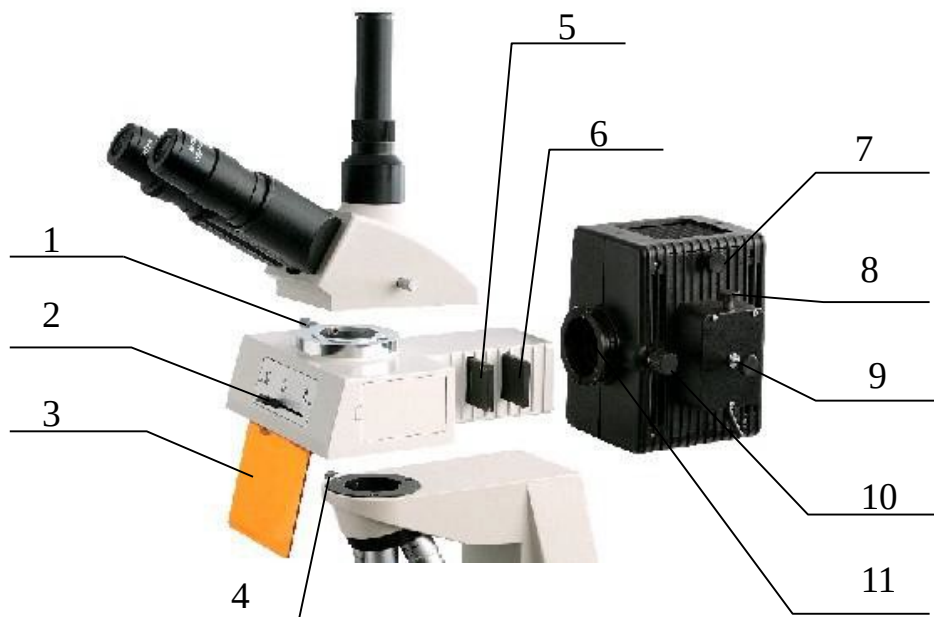

Fig.2
(1) Retire el microscopio con ambas manos sosteniéndolo por la base. Retire la caja y la espuma del embalaje y colóquelo con cuidado sobre una mesa de trabajo estable.
(2) Retire las bolsas de plástico y la funda protectora para el polvo de cada adaptador.
(3) Coloque el cuerpo principal del accesorio epifluorescente de dos bandas de onda en el soporte, y apriete el tornillo de fijación con el dedo. (Fig.2)
(4) Retire el protector UV naranja de la bolsa de plástico, afloje los tornillos que se encuentran bajo el cuerpo principal, introduzca el protector UV, y después apriete de nuevo el tornillo de fijación. (Fig.2)
(5) Para anclar el punto, gire el anillo en la parte posterior del cuerpo principal en sentido contrario a las agujas del reloj, y después coloque el pasador de fijación inferior en la ranura que se encuentra bajo el conector de la carcasa de la lámpara. Sujete con la mano la caja de la lámpara mientras gira el anillo en sentido de las agujas del reloj para anclar el punto.
(6) Coloque el cabezal binocular o el triocular en el adaptador del cuerpo principal, apriete el tornillo estriado con los dedos.
(7) Familiarícese con las partes mecánicas de su microscopio. Toque cada parte para ver cómo es y cómo funciona.
(8) Introduzca el enchufe en la toma de corriente en la parte posterior del microscopio. Introduzca el otro extremo del cable en la toma de alimentación.
(1) Cambie la banda de onda fluorescente desplazando el mando hasta la posición "N" (Fig.2).
(2) Empuje la protección de la luz a la trayectoria de la luz en la parte posterior del cuerpo principal.
(3) Encienda el interruptor principal, ajuste el mando del brillo hasta conseguir el 70% de la carga total.
(4) Coloque la muestra (portaobjetos) en la platina para ser vista sin problemas. Cúbrala con el cubreobjetos encarado al objetivo. Agarre la muestra (porta) con cuidado con la pinza de resorte móvil.
(5) Puede cambiar la magnitud del rayo de luz incidente al ajustar la apertura del diafragma. Se podría alcanzar una mayor resolución del objetivo cuando se ajuste la apertura del diafragma. Cuando se cambie el objetivo, para conseguir una mejor resolución, extraiga el ocular para observar el tamaño de la apertura del diafragma en el tubo del revólver. Es mejor ajustar la apertura del diafragma hasta que sea un poco más pequeña que la del objetivo.